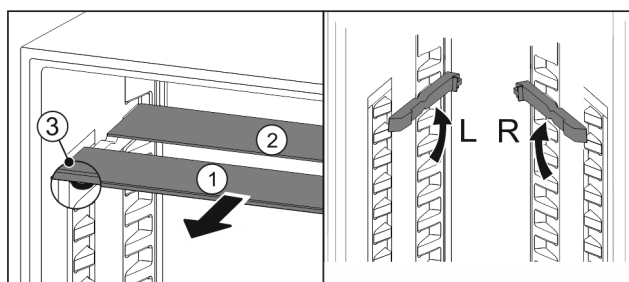

Fig. 56
- Glasplaten afzonderlijk vanaf de voorkant eruit trekken Fig. 56 (1).
- Glasplaat Fig. 56 (1) met sierlijst ligt voor.
- Stops Fig. 56 (3) zijn naar onder gericht.